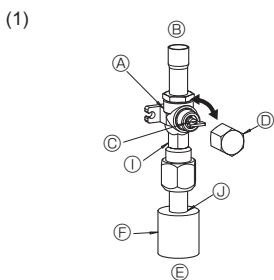
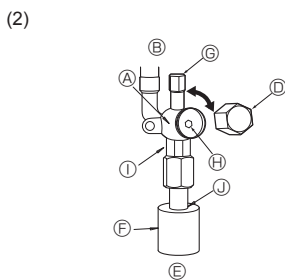

Fig. 4-6
Fig. 4-7
- (1) Сторона с газом (Fig. 4-6)
- ① Снимите колпачок, потяните ручку на себя и поверните на 1/4 оборота против часовой стрелки для открытия.
- ② Убедитесь в том, что запорный кран полностью открыт, надавите на ручку и поверните колпачок в первоначальное положение.
- (2) Сторона с жидкостью (Fig. 4-7)
- ① Снимите колпачок и поверните шток золотника против часовой стрелки до упора, используя для этой цели 4 мм шестиугольный гаечный ключ. Прекратите поворачивать шток в момент, когда тот достигнет стопора. (Ø9,52: Приблизительно 10 оборотов)